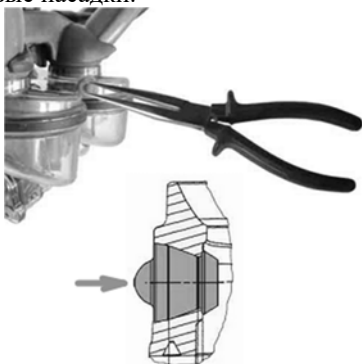

Рисунок 3.13 – Снятие насадки с коллектора
- При необходимости замены насадки можно снять с помощью острогубцев (рис. 3.13).